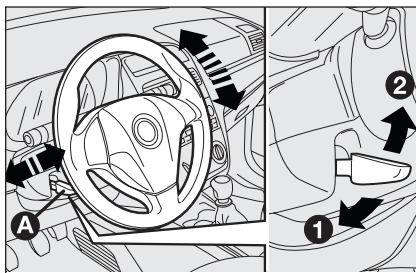

Рис. 31
- нажав рычаг **A** (рис. 31), переведите его в положение 1;
- потянув рычаг **A**, верните его в исходное положение (положение 2, рис. 31).